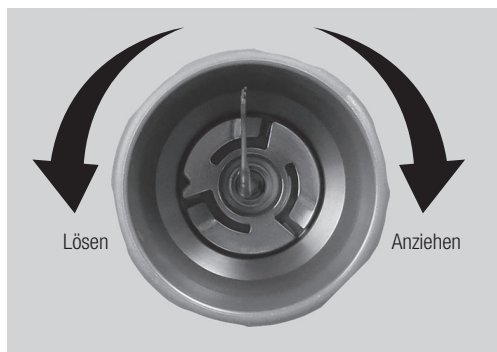
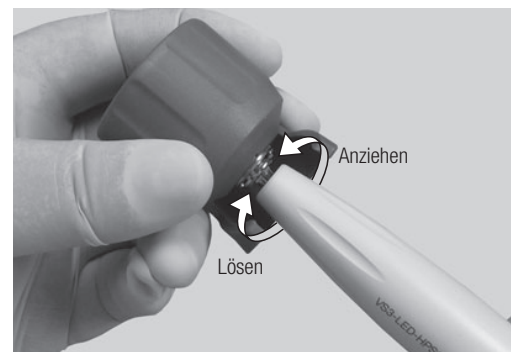

Abb. 17
Abb. 18
- 3) Drehen Sie den Schlüssel in die Anziehrichtung, wie in Abb. 17 und Abb. 18 dargestellt, bis Sie ein Klicken hören und der Schlüssel sich nicht mehr weiter anziehen lässt.
\*Um den Aufsatz zu entfernen, drehen Sie den Schlüssel in die Löserichtung wie in Abb. 17 und Abb. 18 dargestellt.